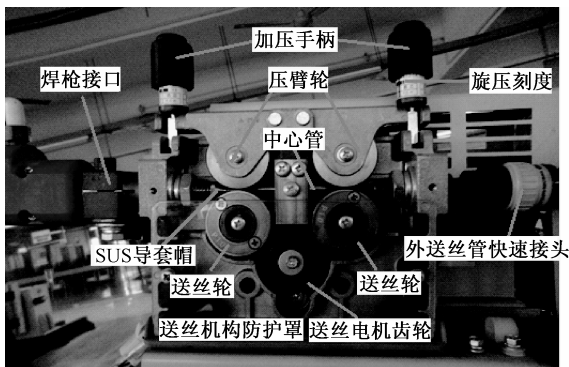
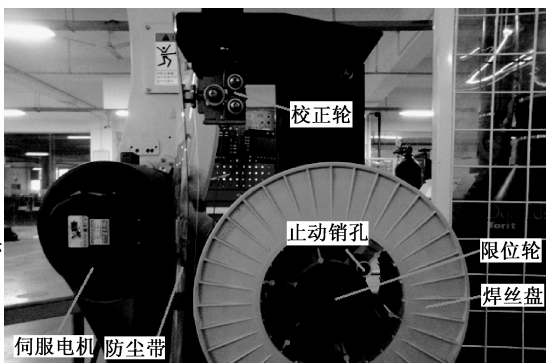

图 1-13 四轮送丝机构
图 1-14 焊丝盘部位
1. 剪断焊丝盘与送丝管之间的焊丝，把焊丝盘上的焊丝头穿进焊丝盘侧面的小孔里打结，防止焊丝回松。旋开机器人腰部焊丝轴中心的限位轮，取下焊丝盘，之后扳开机器人手臂上四轮送丝机构的加压手柄，并从机器人导电嘴处抽出送丝管内剩余焊丝，如图 1-13、图 1-14 所示。